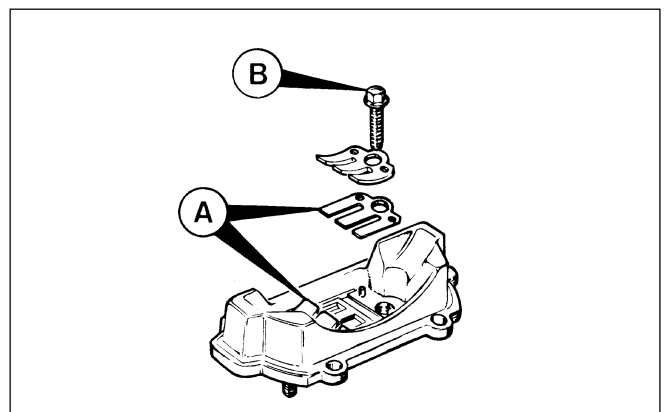

Fig. 3
La Fig. 3 représente le boîtier à clapets à lamelles. En cas de rupture ou de déformation d'une lamelle, il est nécessaire de changer les deux lamelles (**A** sur Fig. 3) en déposant les deux vis (**B** sur Fig. 3).
**NOTA** - Utiliser du Loctite frein de filet ou un produit équivalent pour le blocage des deux vis (**B** sur Fig. 3).